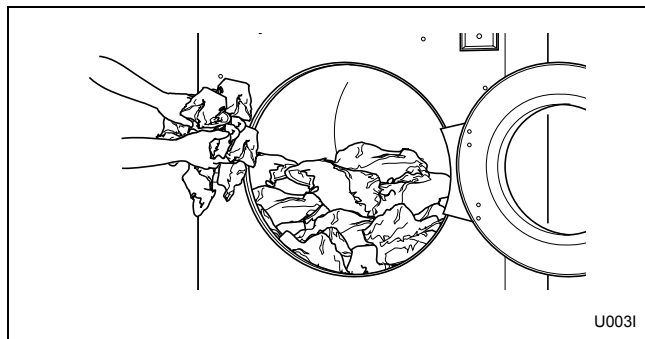

Figure 4
3. Charger à pleine capacité si possible. NE PAS SURCHARGER. Se reporter à la *Figure 4*.